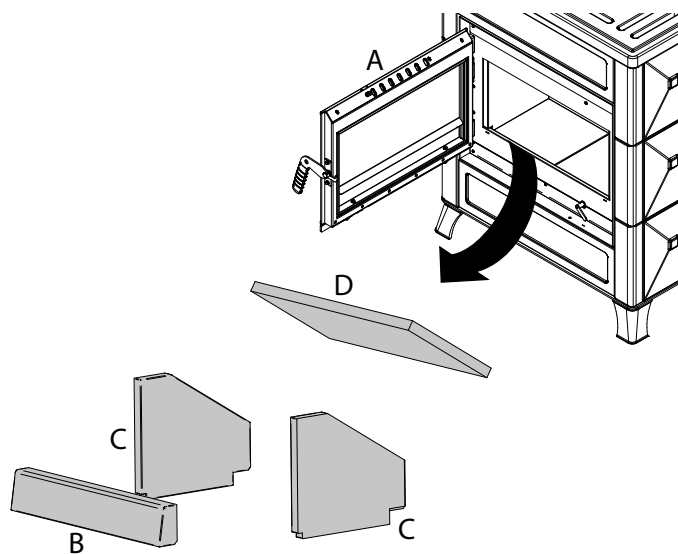

Fig. 9.2.1
- Die Tür A öffnen und dann der Reihe nach die Betonelemente entfernen: B (Bodenplatte), C (Seitenwände) und D (Deckplatte) (Abb. 9.2.1)